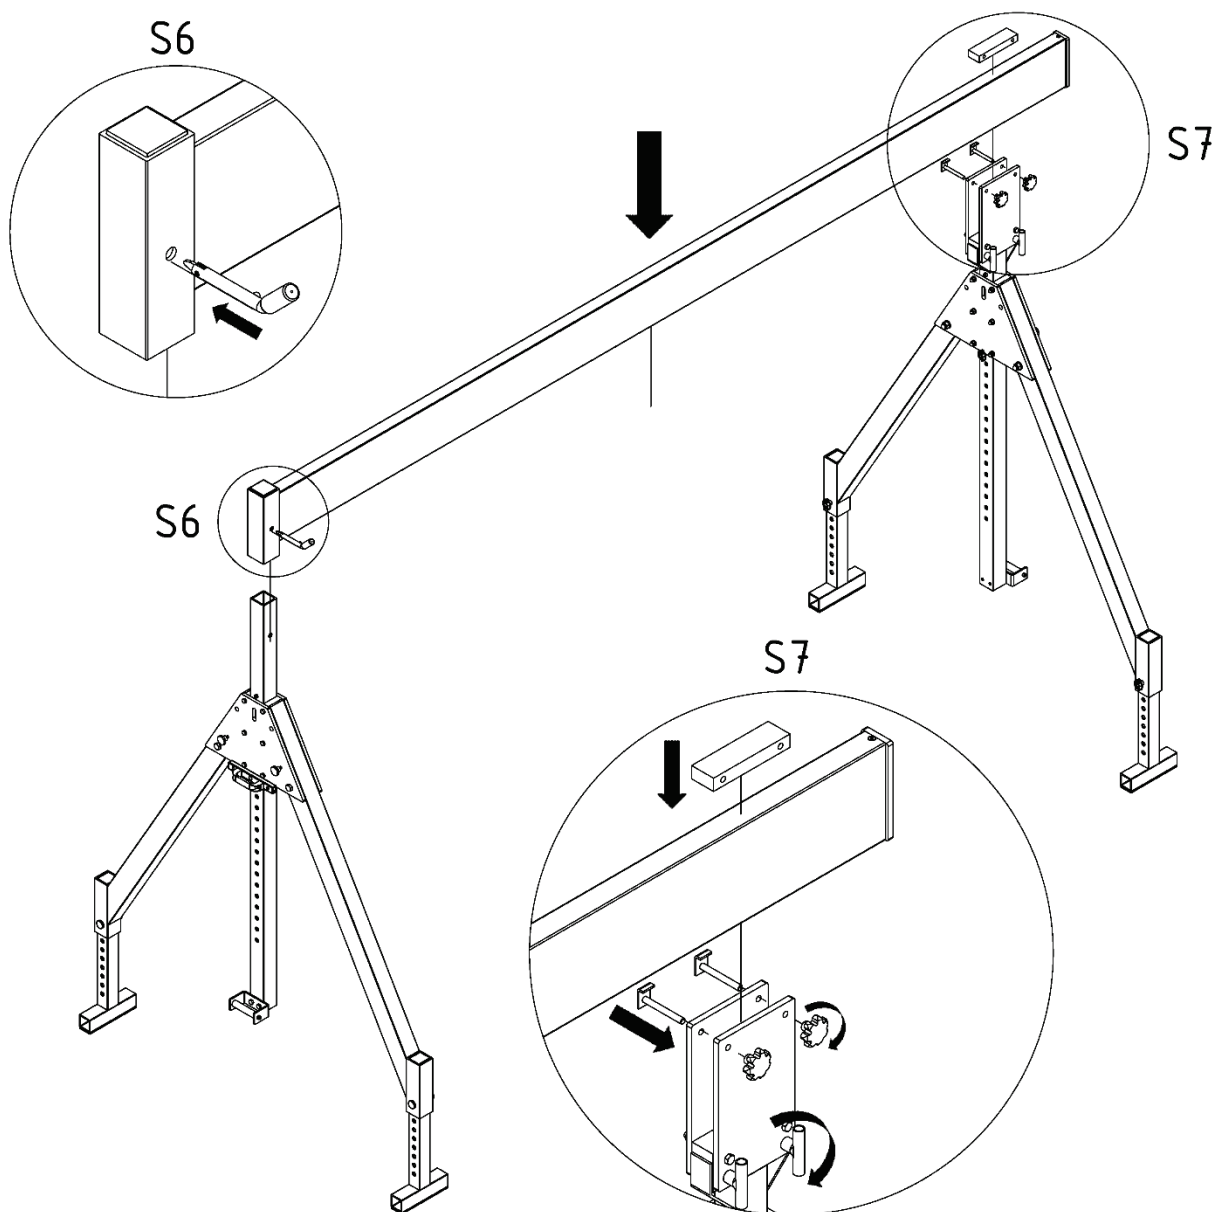

Fig. 3
- 7.3 Sæt nu aluminiumsoverliggeren på sidestandene som vist i fig. 3. Sørg for, at monteringsmuffen, som er svejset på den ene ende af aluminiumsoverliggeren, sættes på sidestandens overliggerstøtte med indstiksmontering.
- 7.4 Stik nu overliggersikringsbolten gennem hullet i aluminiumsoverliggerens monteringsmuffe som vist i fig. 3. Placer nu afstandspladen 2 på overliggeren, og sæt spændeskruerne 1 i igen.